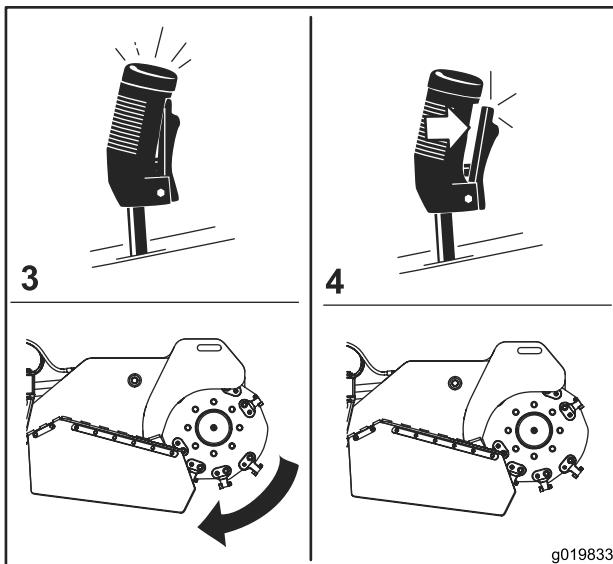

**Figura 10**
- Para girar a la derecha, gire el control de tracción en el sentido de las agujas del reloj (Figura 10).